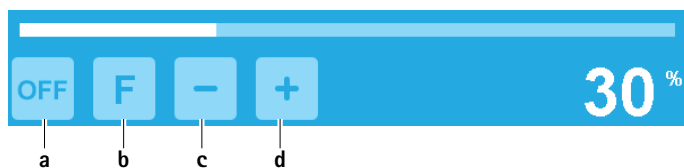

Abb. 7 Spülpumpe/"Flush"-Funktion aktivieren
- Spülpumpe aktivieren: Taste zum Einschalten der Spülpumpe **a** betätigen, siehe Abb. 7.
- Spülpumpe deaktivieren: Taste zum Ausschalten der Spülpumpe **a** betätigen, siehe Abb. 7.